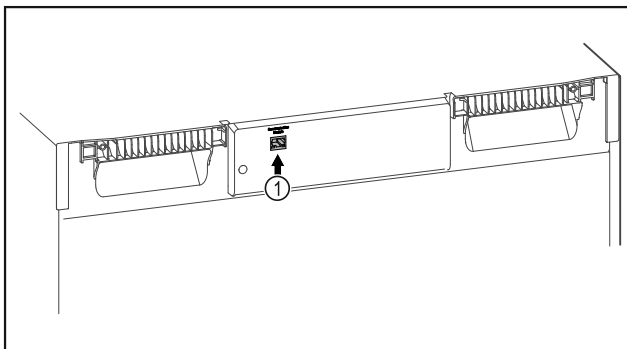

Fig. 98
- SmartModule Fig. 98 (1) naudojamas.